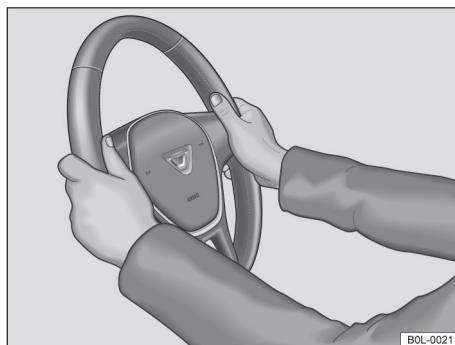

图 53 方向盘上：9 点钟和 3 点钟位置
- 调整方向盘至合适位置，驾驶员稍弯肘即可握在方向盘轮缘外侧的 **9 点钟和 3 点钟位置** → 图 53。
- 驾驶车辆时驾驶员双手务必始终握在方向盘轮缘的 **9 点钟和 3 点钟位置** → 图 53，以减轻驾驶员正面安全气囊触发时对驾驶员的伤害程度。